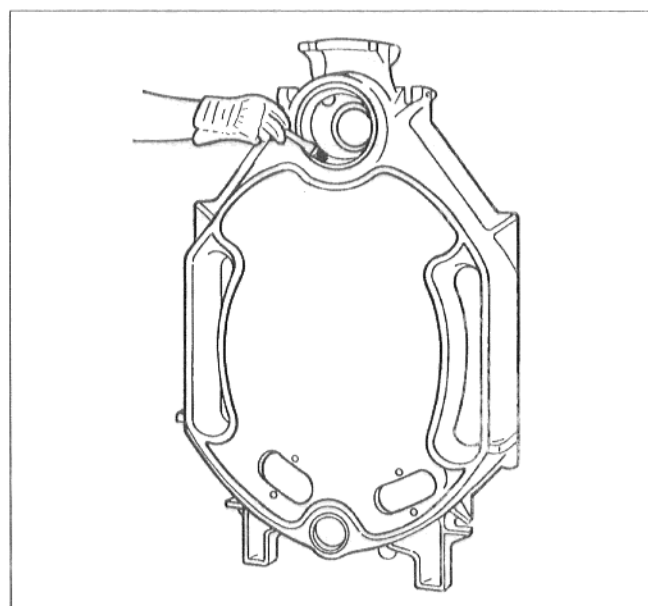

Рис. 8
- Очистить уплотнительные поверхности ступиц тряпкой пропитанной бензином (рис. 8).
- Равномерно покрыть уплотнительные поверхности ступиц суриком на основе льняного масла (рис. 8).